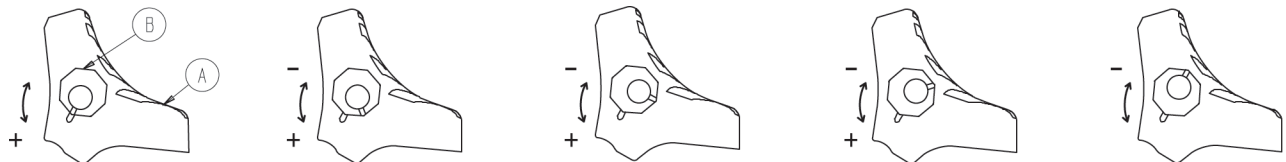

Figure 4 – Réglage de la force de verrouillage des roues
1. À l'aide d'une clé hexagonale de 5/32 po et d'une clé mixte de 7/16 po ou d'une douille, retirer la vis à tube du centre de la pédale de verrouillage. Conserver la vis. Le blocage de roue est initialement assemblé avec la pédale réglée sur la force de verrouillage minimale. Le repère sur la pédale (A) est aligné avec le repère sur la gaine octogonale (B) (Figure 4).
2. Retirer la gaine octogonale (B). Tourner la gaine octogonale dans le sens antihoraire pour augmenter la force de verrouillage de la pédale et dans le sens horaire pour la diminuer. Insérer la gaine octogonale dans la pédale.